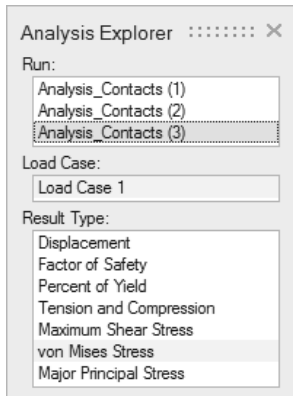

图 12-31
- 4) 在分析探索器中，为结果类型选择米塞斯等效应力，如图 12-31 所示。